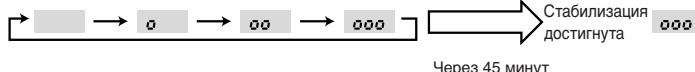

Fig. 8-3
③ Нажмите кнопку **FILTER** (↔) для подтверждения настройки. (Fig. 8-3)